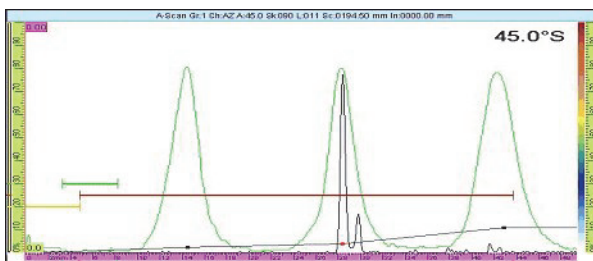

Рис. 6-7 Огибающая с максимумами сигнала на уровне 80 %
3. Поместите датчик над откалиброванным отражателем и убедитесь, что все максимумы сигнала находятся на уровне 80 % (см. Рис. 6-7 на стр. 169).